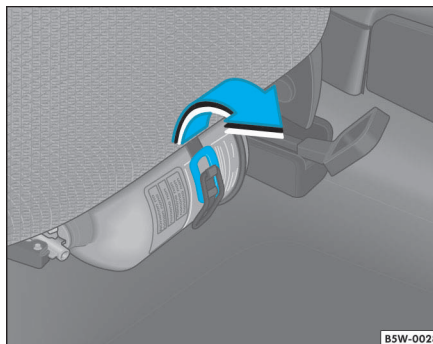

Fig. 24 Extintor de incendio en el asiento delantero modular
- Suelte la abrazadera de fijación, tirándola hacia abajo -flecha- ⇒ fig. 24.